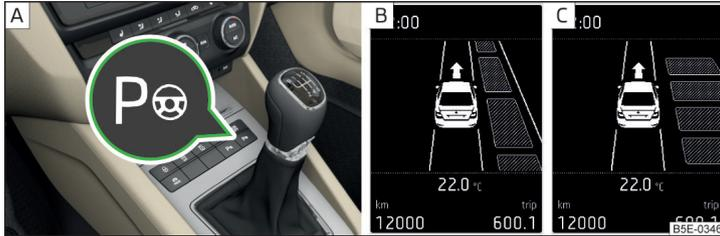

Abb. 164 Systemtaste / Displayanzeige
- Der Einparkvorgang kann jederzeit durch das Drücken der Symboltaste P[⊗] » Abb. 164 auf Seite 152 oder durch einen Lenkeingriff des Fahrers beendet werden.
Das System kann aktiviert bzw. deaktiviert werden, indem die Symboltaste P[⊗] » Abb. 164 auf Seite 152 -  gedrückt wird.
- Einmal die Symboltaste **P** » Abb. 164 - **A** drücken.
Im Display wird Folgendes angezeigt » Abb. 164 - **B**.
- Zweimal die Symboltaste **P** » Abb. 164 - **A** drücken.
Im Display wird Folgendes angezeigt » Abb. 164 - **C**.
- Einmal die Symboltaste  » Abb. 164 auf Seite 152 drücken.